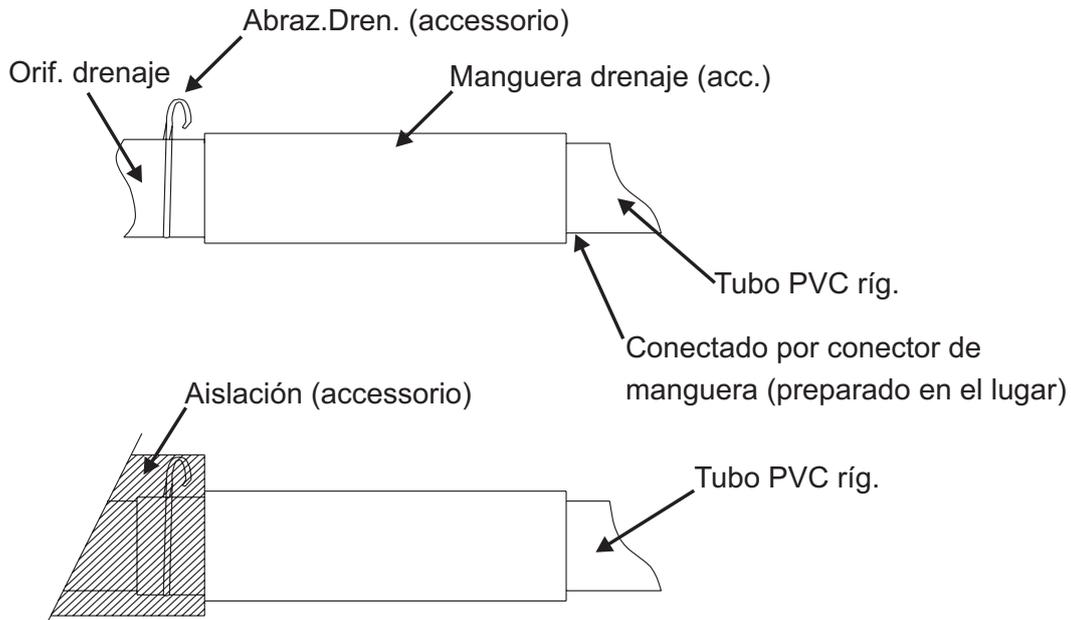

Fig.12
3. Inserte la manguera de drenaje hasta conectar correctamente a la abertura de drenaje, y luego fíjela firmemente con la abrazadera (accesorio).(Fig. 12).
4. Después de verificar el drenaje, envuelva la manguera con la aislación y abrazaderas (accesorio). ( Fig.12)